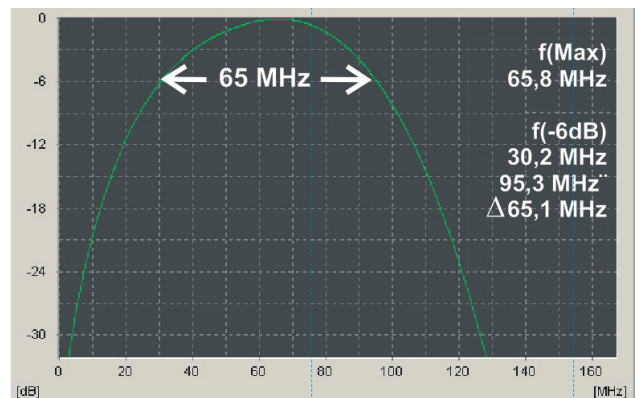

Bild 3: FFT des Rückwandechos einer Halbleiterprobe mit 65 MHz Bandbreite (80 MHz Prüfkopf)
- Bild 3: FFT des Rückwandechos einer Halbleiterprobe, bemerkenswert ist die hohe Bandbreite von 65 MHz, das Frequenzband reicht von 30,2 bis zu 95,5 MHz, eingesetzt wurde ein 80 MHz Folienprüfkopf.